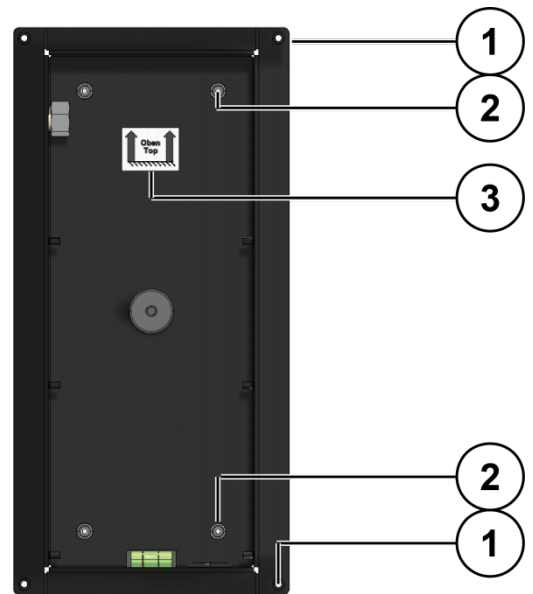

Abb. 2: Befestigungsbohrungen
- ▶ Zeichnen Sie mit Hilfe des Unterputzkastens die Bohrlöcher an (Abb. 2). Zur Befestigung des Unterputzkastens können Sie die äußeren Bohrungen (1) oder die inneren Bohrungen je nach Montageart verwenden (2).
- Achten Sie auf einen senkrechten Einbau und die Einbaulage (3).